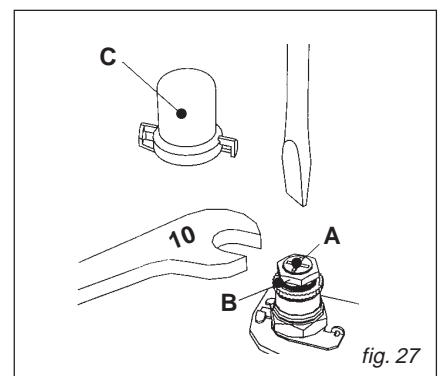

fig. 27
- Correggere eventualmente il valore girando in senso ORARIO il dado B (fig. 27) la pressione di uscita aumenta, girando in senso ANTIORARIO la pressione di uscita diminuisce.
- Correggere eventualmente il valore tenendo bloccato il dado B con una chiave da 10 mm e girando la vite "A" (fig. 27) in senso ORARIO per aumentare, in senso ANTIORARIO per diminuire.